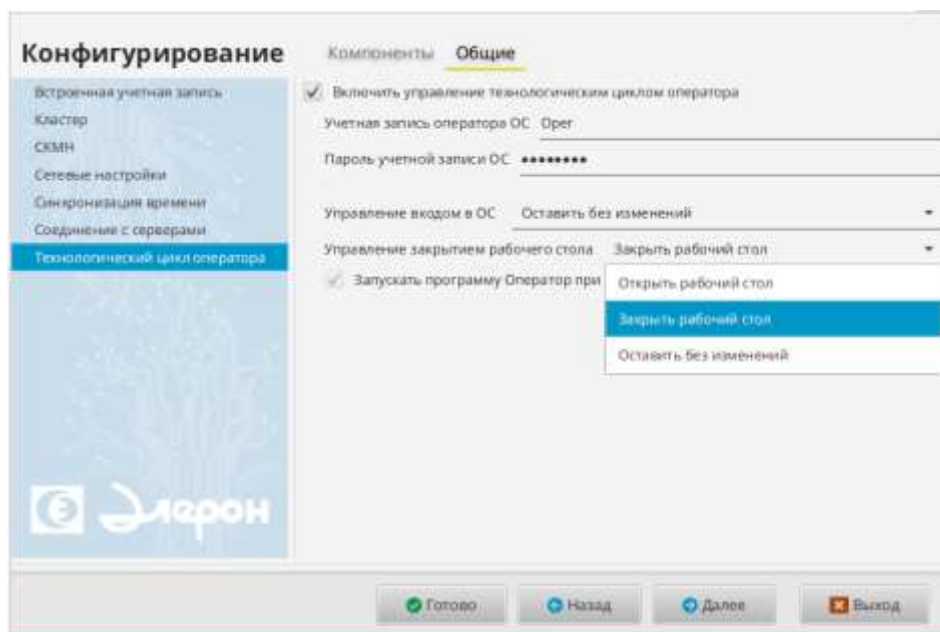

Рис. 156
2) в левой панели выбрать пункт «Технологический цикл оператора» и установить галочку в поле «Включить управление технологическим циклом оператора» (Рис. 156). «Технологический цикл оператора» позволяет настроить режим входа в ОС сразу под определенной учетной записью с ограниченными правами (например, «Oreg»), настроить режим входа в клиентские программы, назначить пользователю ОС возможность подключения USB-устройств и вызова меню «Завершение работы»;